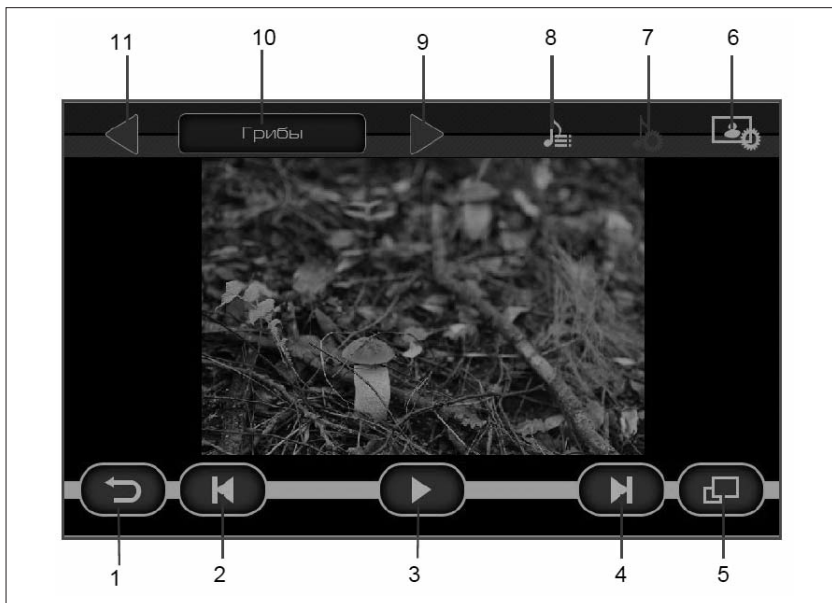

Рис. 9. Окно проигрывания файлов изображений
Если при просмотре фотографий нажать на кнопку **⏸ (3)** (рис. 9), а затем нажать на кнопку возврата (кнопка **1**, рис. 9), то происходит переход в главное меню, и на кнопке «**Фотографии**» (рис. 2) появляется индикатор паузы. Этот режим позволяет вернуться к просмотру фотографий с того места, где была поставлена пауза.